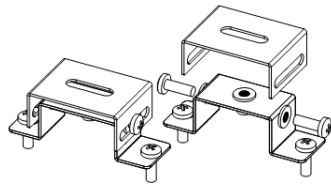

Рисунок 4 - Крепление скоба 05908.
5.5.4. Если предполагается включать и выключать светильник в рабочем режиме, присоедините фазный рабочий провод (Lраб.) к клемме Lраб. через выключатель (см. рисунок 4, б). В данном случае возможно включение/отключение рабочего освещения через выключатель. В случае возникновения аварийного отключения электроэнергии светильник автоматически перейдет в аварийный режим при любом положении выключателя.